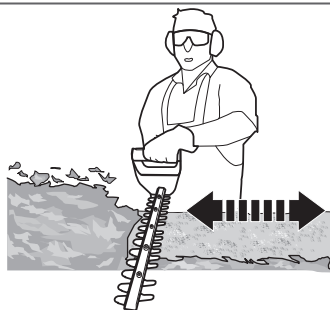

Fig. 11
10. Se a área que pretende cortar for particularmente longa, corte por várias etapas para atingir um melhor resultado, em vez de tentar cortar de uma só vez (Fig. 11); materiais cortados mais pequenos irão facilitar a compostagem.